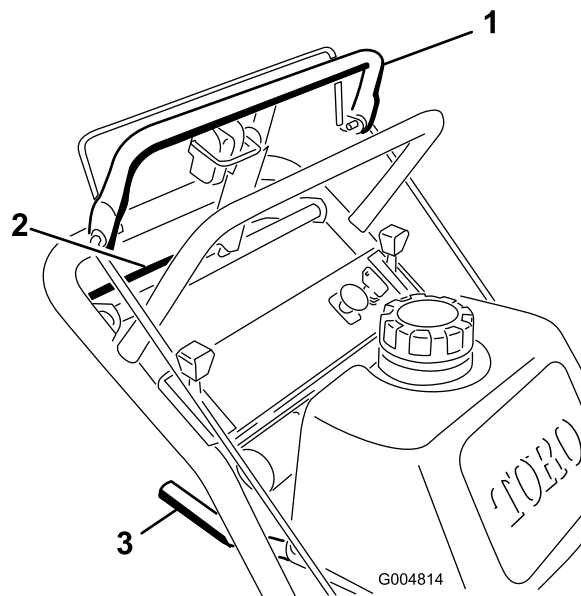

Figura 10
1. Para ir para a frente, mova a alavanca das mudanças para uma velocidade para a frente (Figura 10).
3. Lentamente, pressione a barra de controlo superior para se mover para a frente (Figura 10).
Para ir a direito, aplique pressão igual em ambas as extremidades da barra de controlo superior (Figura 10).
Para virar, liberte a pressão no lado da barra de controlo superior da direção para a qual pretende virar (Figura 10).
3. Lentamente, aperte a barra de controlo inferior e o manípulo inferior em conjunto para se mover para trás (Figura 10).
7. Ao mesmo tempo, engate a barra de controlo inferior e eleve o manípulo inferior para conduzir a máquina sobre a berma (Figura 10 e Figura 11).
4. Ao mesmo tempo, engate a barra de controlo inferior e eleve o manípulo inferior (Figura 10 e Figura 11).